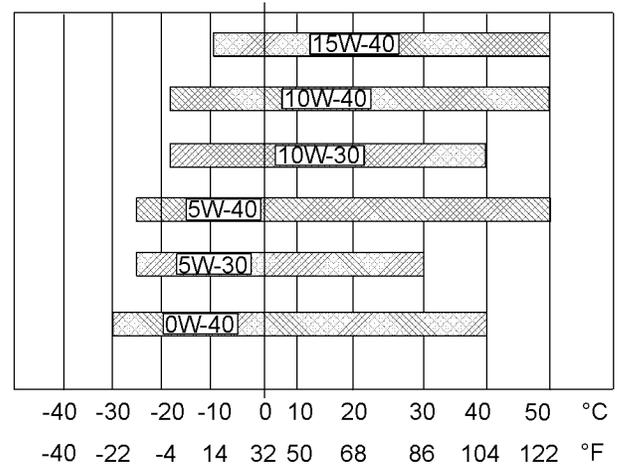

图 35
请参阅图 35（最低温度）以确定发动机冷起动时所需要的机油粘度。
请参阅图 35（最高温度）以选择发动机在预期的最高环境温度下运行时所需要的机油粘度。
- 参见相应的“润滑剂粘度”。为找到适合您的发动机的机油粘度等级，请参阅图35。